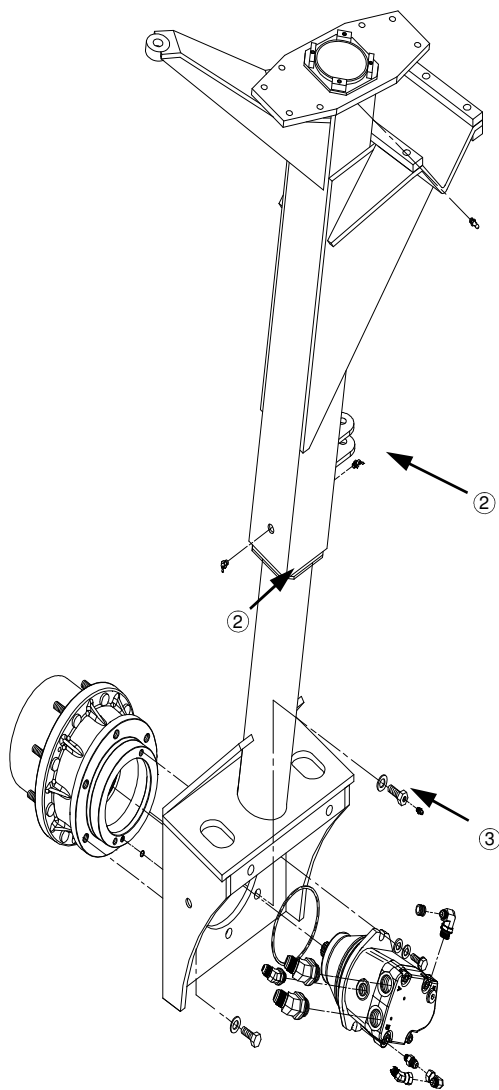

FIG 7.29
Los montajes de pata de Hagie204S son construidos con montajes de nilón superiores e inferiores para la suspensión telescópica entre las soldaduras de la pata interior y la exterior. Estos soportes deben lubricarse para evitar fallas y asegurar una calidad de marcha óptima. Hay engrasadores Zerk localizados a los lados de los montajes de la pata, un para el montaje superior (fig. 7.29, ítem 1) y dos para el montaje inferior (fig. 7.29, ítem 2). Es muy importante lubricar diariamente ambos montajes tanto en las pa- ① tas delanteras como traseras.
Cada pata tiene un sello de arranque entre el motor de la rueda y el Torque Hub®. Las lubricaciones zerk del sello de arranque (fig. 7.29, ítem 3) debería engrasarse una vez cada 50 horas o como sea necesario. Un sello de arranque sobre engrasado dejará escapar lubricante alrededor del sello y cuando se caliente puede causar la impresión de un motor de rueda con fallas de escape de fluido hidráulico. Elimine cualquier grasa excedente después de la revisión.